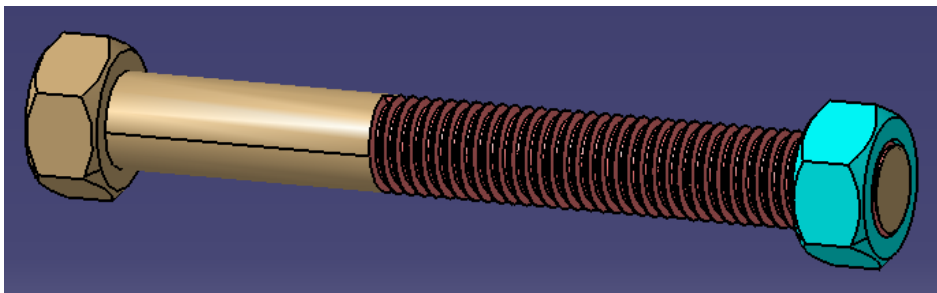

图 13-13
(1) 菜单中选择 Insert → Existing Component 后, 重复两次打开 Part 中生成的螺母和螺栓; 菜单中选择 Start → Assembly Design, 用 、 和  键 (如图 13-13) 装配; 固定螺母 ;